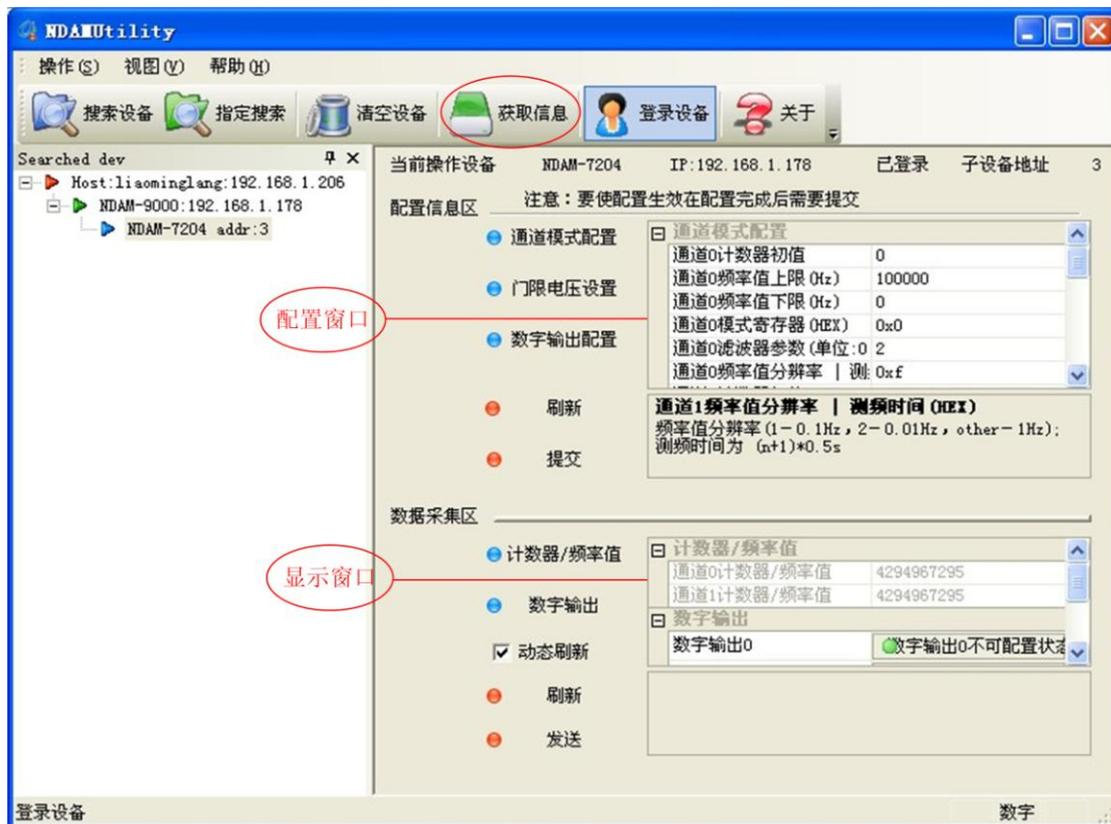

图 5.4 获取信息
- 单击界面中的“获取信息”按钮，得到如图 5.4 所示界面。其中，“配置窗口”用于配置各输入通道的计数/测频模式和条件，“显示窗口”用于显示各通道的测量结果。